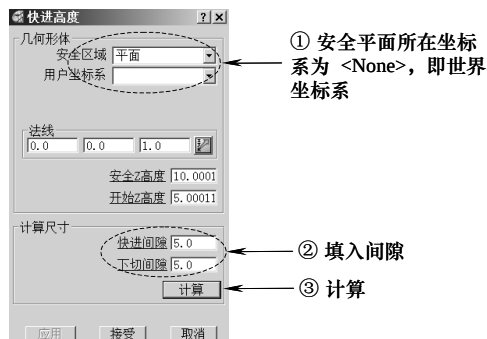

图 4-7 设置快进高度
3) 计算安全高度: 在 PowerMILL “综合” 工具栏中, 单击“快进高度”按钮, 打开“快进高度”表格, 按图 4-7 所示设置参数, 单击“接受”按钮关闭表格。